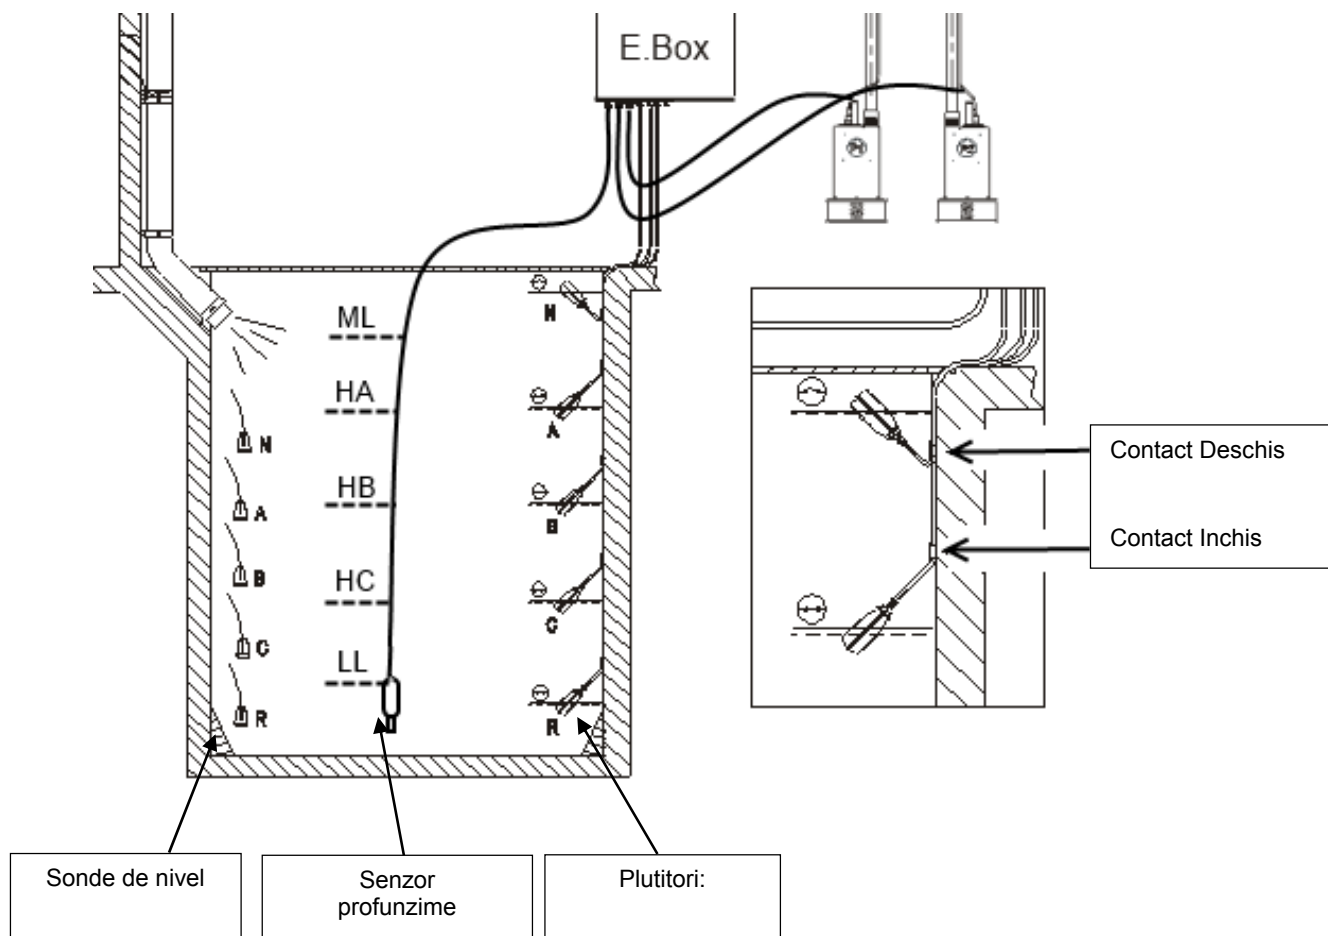
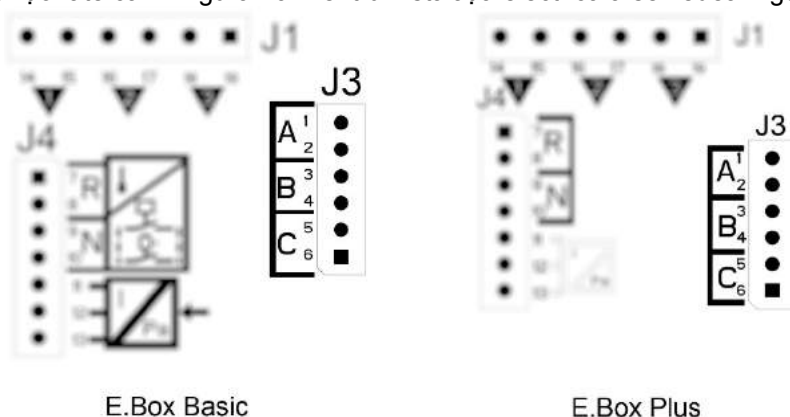

Figura 19: Schema intrării sistem de umplere
Figura 22: Intrări
- **Sistem cu 2 plutitori:** în acest caz se utilizează intrările B și C (A nu trebuie folosită). Plutitorii în bazin se poziționează ca în Figura 19. Pentru instalația electrică a se vedea Figura 22.
- **Sistem cu 2 sonde de nivel:** în acest caz se utilizează intrările B și C (A nu trebuie să fie conectat cu punți). Sondele de nivel din bazin se poziționează ca în Figura 19. Pentru instalația electrică a se vedea Figura 22.
- **Sistem cu 3 plutitori sau sonde de nivel:** în acest caz se utilizează intrările A, B și C. Plutitorii sau sondele de nivel sunt poziționate ca în Figura 19. Pentru instalația electrică a se vedea Figura 22.